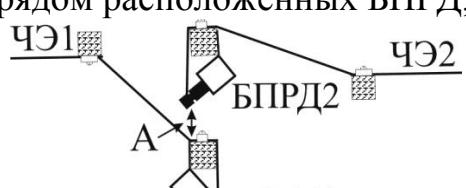
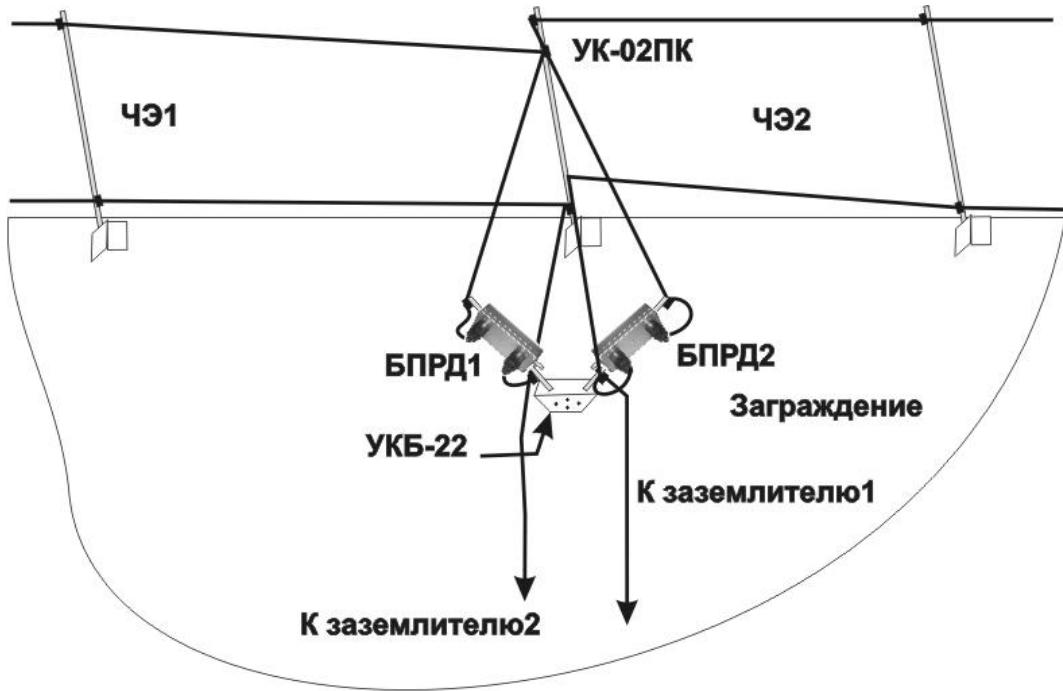

Рис. 10.7
Рис. 10.10
10.1.5 При последовательной установке нескольких извещателей учесть вышеизложенные рекомендации. При установке рядом расположенных БПРД, обеспечить минимальные электромагнитные связи между проводами и заземлителями смежных ЧЭ соседних извещателей. Существуют много способов размещения на заграждении конечных консолей с установленными на них БПРД смежных извещателей. На рис. 10.7, 10.8 изображен вид на торцевые поверхности конечных консолей. Расстояние А между ними должно быть не менее 200...300 мм. ЧЭ1 и ЧЭ2 не должны иметь параллельных или пересекающихся участков и, как следствие, иметь минимальные элек-
тромагнитные взаимосвязи (рис. 10.9 а,б). Наиболее предпочтительным является крепление пар смежных блоков БПРМ (БПРД) на заграждение с помощью УКБ-22 (рис.10.10). Все БПРД соединяются с собственными заземлителями, располагаемыми в земле не ближе 500 мм друг от друга. Заземляющие проводники прокладываются не параллельно друг другу вниз по консоли и далее по поверхности заграждения (стены) до собственного заземлителя. В качестве заземляющего проводника использовать изолированный провод диаметром не менее 0,5 мм. К рядом расположенным БПРМ смежных участков не предъявляется жестких требований, при условии их подключения к одному БПУ. При этом данные БПРМ можно устанавливать в соответствии с рис.10.10 (рис.10.7... рис.10.9) и заземлить на общий заземлитель. Заземлитель необходимо устанавливать под или около БПРМ (в проекции на землю не далее 0,5 м), чтобы обеспечить кратчайшие связи от БПРМ до заземлителя. Кабель связи проложить по консоли и далее по поверхности заграждения до БПУ.